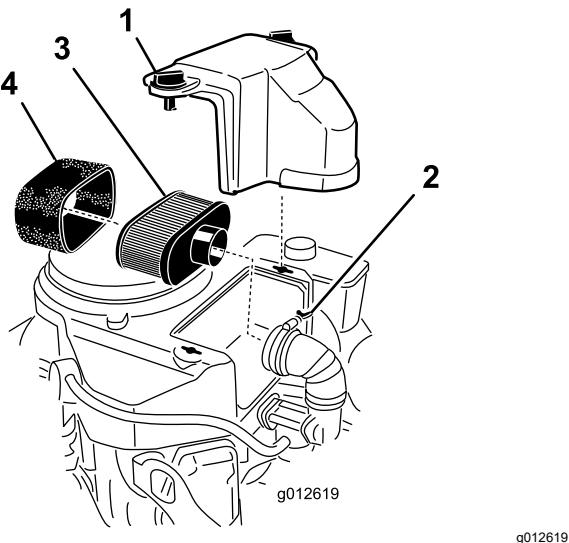

Figura 31
3. Limpie alrededor del limpiador de aire de forma que la suciedad no penetre en el motor y cause daños (Figura 31).
4. Afloje los pomos de la cubierta y retire la cubierta del limpiador de aire (Figura 31).
5. Afloje la abrazadera y retire el conjunto del limpiador de aire (Figura 31).
6. Retire cuidadosamente el filtro de gomaespuma del filtro de papel (Figura 31).
1. Deslice con cuidado el elemento de gomaespuma sobre el elemento de papel (Figura 31).
2. Coloque el conjunto del limpiador de aire sobre la base del limpiador o la manguera y fíjelo (Figura 31).
3. Coloque en su posición la cubierta del limpiador de aire y apriete los pomos de la cubierta (Figura 31).
1. Limpie el elemento de papel golpeándolo suavemente para eliminar el polvo. Si está muy sucio, sustituya el elemento de papel (Figura 31).